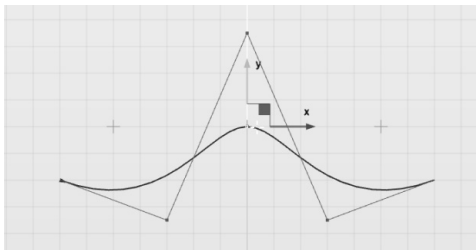

图 3-11 平移多个控制点
3) 对控制点的选择与之前选择对象的操作方法一致，此时可框选或点选多个点并同时平移，如图 3-11 所示。